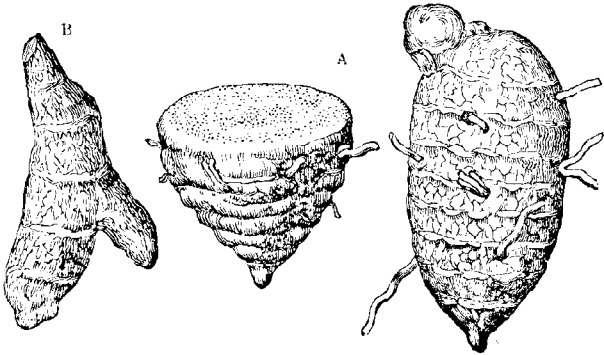

Fig. 234. A. *Curcuma* rond. B. *Curcuma* oblong.
**Origine.** — Le curcuma est le rhizome du *Curcuma tinctoria*, dont on connaît deux variétés, le curcuma rond et le curcuma oblong (fig. 234).